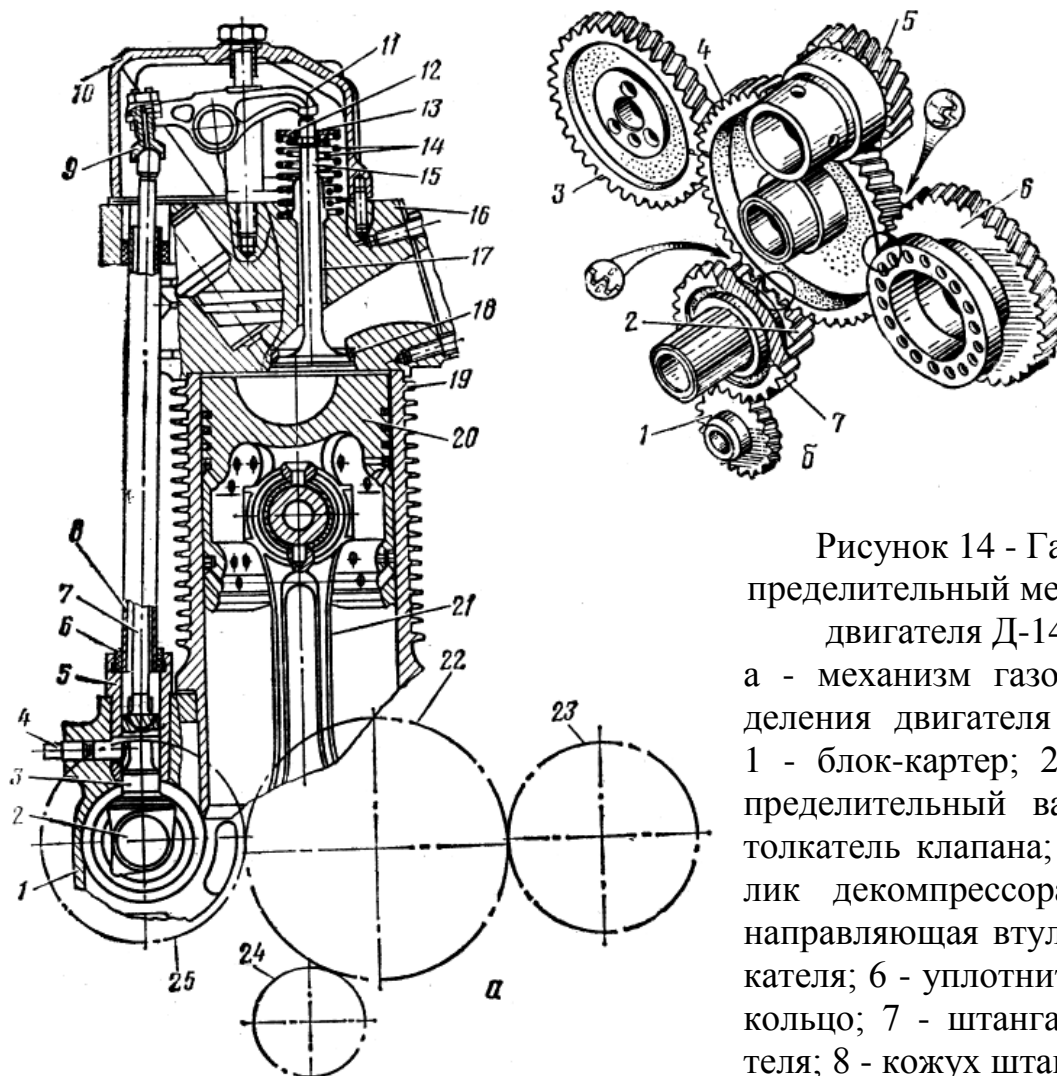

Рисунок 14 - Газораспределительный механизм двигателя Д-144:
6. Изучите устройство механизма газораспределения, показанного на рисунок 14. Рассмотрите детали клапанного механизма; уясните, чем и как клапан удерживается в головке цилиндра. Изучите устройство распределительного вала.
Обратите внимание на конструкцию подшипников распределительного вала. Изучите расположение и назначение всех распределительных шестерен. Запомните, что шестерни собираются по меткам (рисунок 14, б). Найдите эти метки.